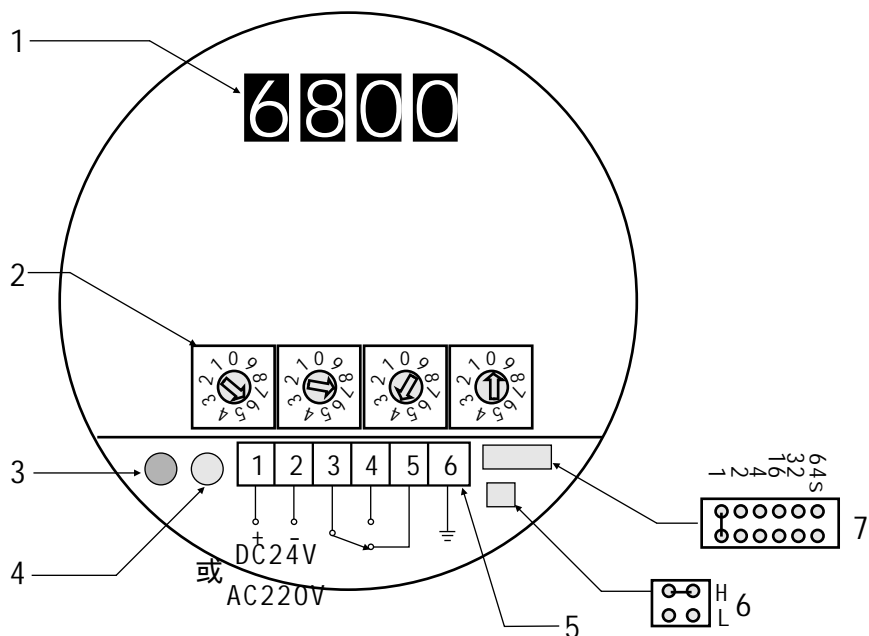

图 8 接线端子及元件分布图
图8所示为本物位开关的元件分布及端子接线。当被测物埋没部份探极时，被测电容量增加，随着被测电容量的增加传感器的输出频率将降低，仪表将传感器输出的“被测频率”用四位数码管显示出来。数码管下面有四位十进制旋转拨码盘用以设置继电器动作的“动作频率”。当“被测频率”由于物埋没探极而降低至小于用户设置的“动作频率”时，继电器动作并输出一个开关量，用于上、下限位报警或控制，所以物位开关的标定就是设置正确的“动作频率”。用户可以按下述步骤对物位开关进行标定：
(1) 将传感器安装于仓上按图8将线接好。在确保空仓的条件下上电预热30分钟。
- (2) 用笔抄下此时的“被测频率”值即为“空仓频率”。按表1查出“空仓频率”对应的“频率变化量”，计算出“动作频率”值，计算公式如下：